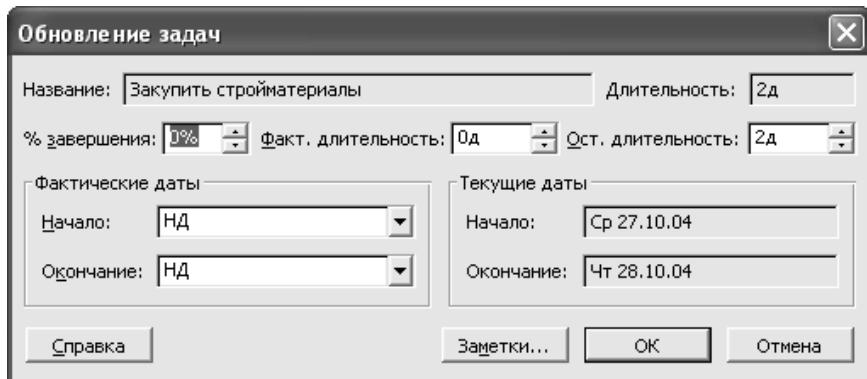

Рис. 51. Встановлення фактичної тривалості завдань
3. У меню **Сервіс** з підмінню **Відстежування** виберіть команду **Відновити завдання**. (рис. 51).